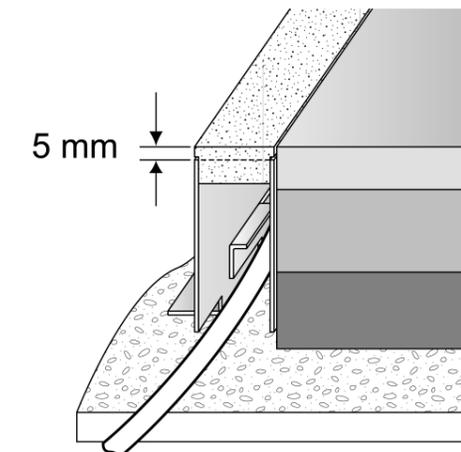

Bild 7
- Einbauhilfe (5) in Einbaurahmen einsetzen.
- Einbaurahmen mit Schrauben (9) und Dübel oder Montagekleber befestigen.
**i** Die eingesetzte Leuchte ragt 5 mm über die Rahmenoberkante hinaus. Die Oberkante des Fertigfußbodens (OKFF) muss später ebenfalls 5 mm über dem Rahmen liegen (Bild 7).